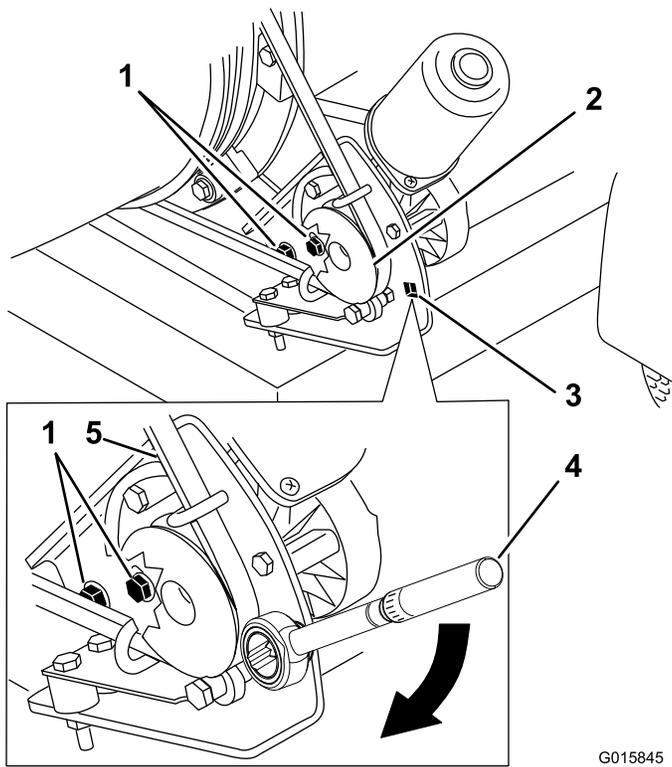

图30
1. 拧开将皮带轮安装支架固定到吹风机机架上的螺栓 图30。
2. 将扭矩扳手放入皮带轮安装支架 图30。
3. 将皮带轮安装支架转离出风管直至扭矩扳手读数为 22.626.0N·m 图30。